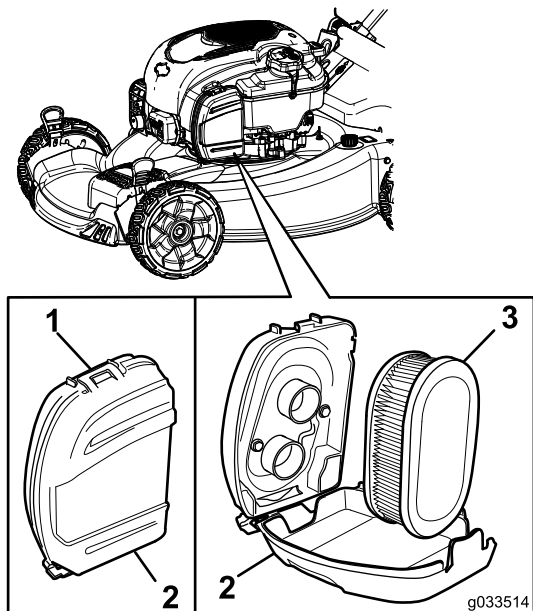

図 31
1. エアフィルタカバー上部のクリップを外す 図 31。
2. エアフィルタを取り外す (図 31)。